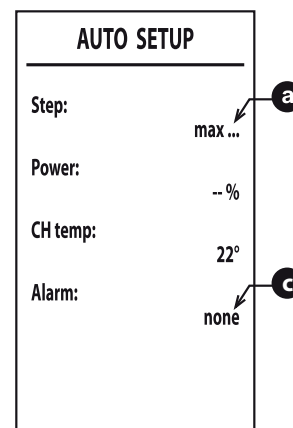

fig. 45 -
6. Dopo l'accensione, il bruciatore si posiziona alle varie potenze (max, med, min) indicate dal punto **a** ("fig. 45 -").
8. Qualora la sequenza di accensione descritta al punto "6" non sia andata a buon fine, compare la scritta max_err al punto **a** e un codice di errore al punto **c** ("fig. 45 -").